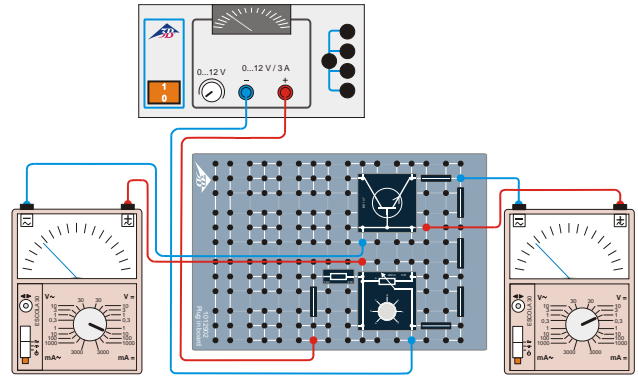

Fig. 3: Esquema del cableado para registrar la línea característica de entrada
- Se monta el circuito de acuerdo con la Fig. 3. Los dos multímetros analógicos conectados sirven para la medición de la tensión  $U_{BE}$  de base-emisor y de la corriente de base  $I_B$ .